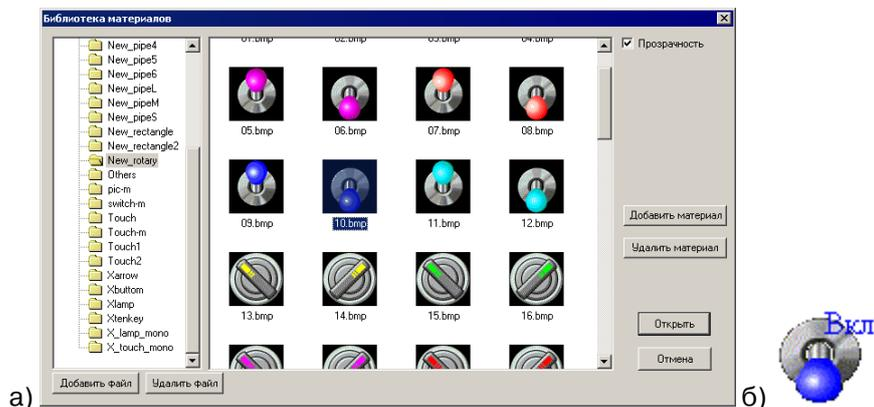

Рисунок 46
2. В открывшемся окне «Иллюстрация» отобразятся изображения, хранящиеся в «галерее» изображений, связанной с редактируемым элементом проекта (см. рис. 46, а). Среди изображений следует выбрать (выделить) требуемое и нажать кнопку «ОК». Редактируемый элемент примет вид, выбранный в «Галерее» (см. рис. 46, б). Для отказа от выбора следует нажать кнопку «Отмена».
При необходимости изменить рамку следует нажать кнопку «Изменить...». Откроется окно «Иллюстрация» (см. рис. 46), на вкладках которого отображены доступные типы рамок. Среди них следует выбрать требуемую и нажать кнопку «ОК» окна. Выбранная рамка будет использована при отображении текста.